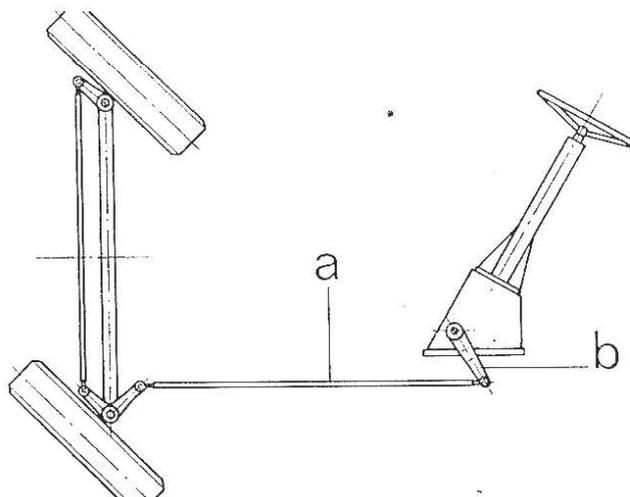

FIG. 69 – Schéma du dispositif de braquage
- séparer le tendeur (a) (Fig. 69) du levier (b);